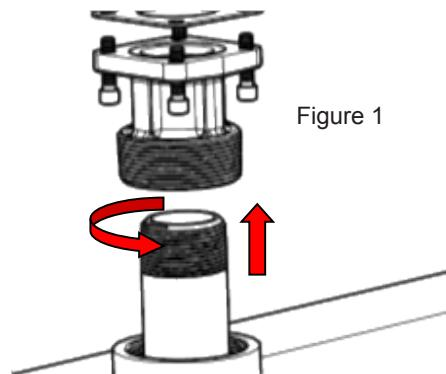

Figure 1
- Visser le tuyau de 1-1/4 po dans l'adaptateur de citerne. Assurer l'étanchéité aux liquides du filetage à l'aide d'une pâte d'étanchéité adaptée (Figure 1).